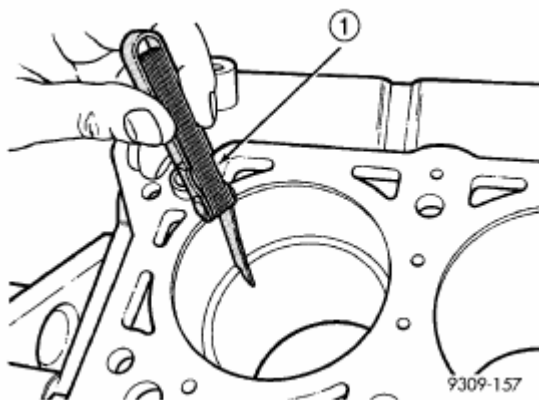

Рис. 66. Зазор поршневого кольца.
(1) Тщательно протереть отверстие цилиндра. Вставить кольцо и протолкнуть его вниз поршнем так, чтобы оно ровно располагалось в отверстии. Зазор кольца необходимо замерять на кольце, расположенном, по меньшей мере, на расстоянии 12 мм (0,50 дюйма) от дна отверстия цилиндра. Проверить зазор щупом (Рис.66). См. значение по *Спецификациям двигателя*.